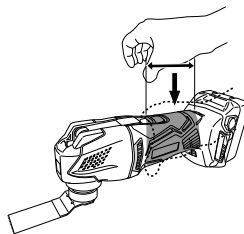

Fig. 1
**1. Maintenez toujours fermement l'outil avec une main sur le logement (Fig. 1). Ne pas toucher la partie en métal.**